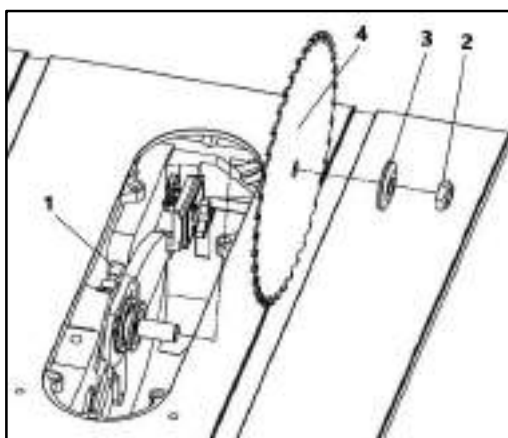

Рисунок 13
- Нажмите на фиксатор 1 и при помощи ключа снимите прижимную гайку 2 и фланец 3 со шпинделя, установите входящий в комплект поставки пильный диск 4, затем установите на место фланец и гайку. Убедитесь, что стрелки и зубья на диске обращены к передней части станка (рис. 13).